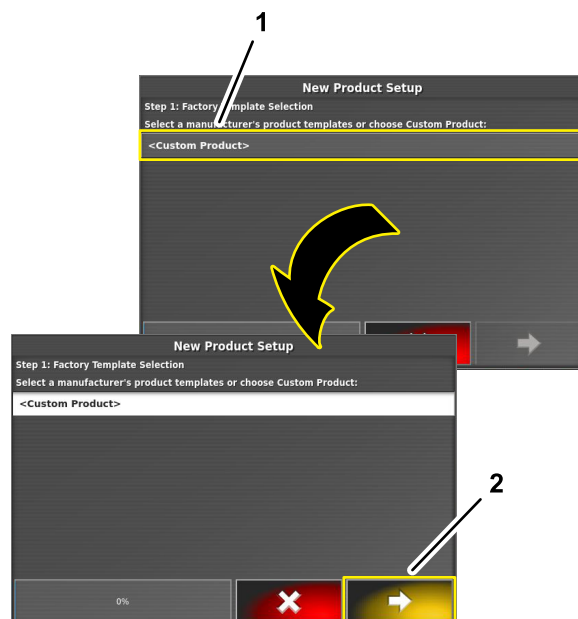

Figura 117
6. Na etapa 1 da caixa de diálogo “configuração de novo produto”, pressione o ícone PRODUTO PERSONALIZADO e, em seguida, o ícone Avançar (Figura 117).